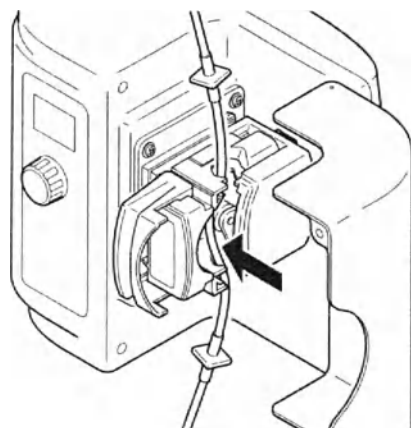

Рисунок 4. Установите трубку
8. Начиная сверху, проведите трубку через паз, вокруг роликов, а затем через выходное отверстие в нижней части головки насоса (рисунок 4). Пластмассовый соединитель, ближайший к контейнеру с раствором для ирригации, должен находиться над головкой насоса, а соединитель, ближайший к зажиму, должен быть внизу.